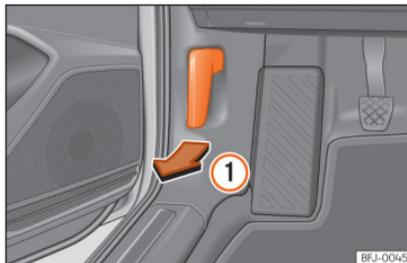

Fig. 237 Alavanca de desbloqueio no espaço para a zona dos pés do condutor.
- Abra a porta e puxe pelo manípulo que existe debaixo do painel de instrumentos » **Fig. 237 ①.**